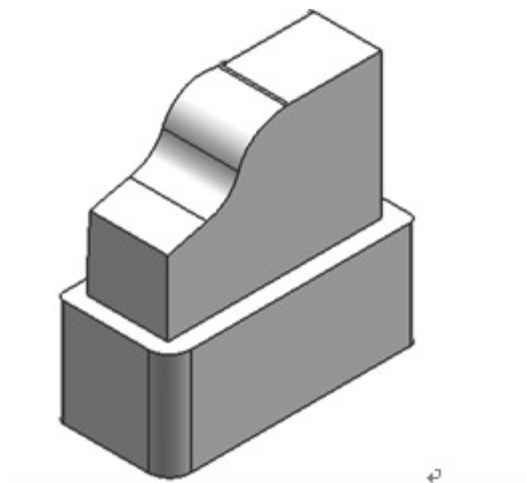

图16-33 “tg00.prt” 文件。
- 1. 打开光盘中的〔 Lianxi\Ch16\tg00.prt 〕文件，如图 16-33 所示。根据本章所学习的知识内容，对提供的铜公进行编程，其中精公火花位为 0.1，粗公火花位为 0.3。